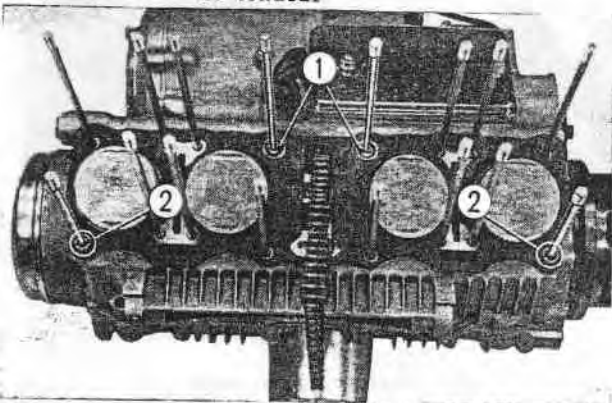

Fig. 3-36 ① Joints toriques ② Goujons
2. Monter le joint, les 2 pions de centrage de chaque côté sur les deux goujons (côté de l'échappement), deux joints toriques (côté interne de l'admission), puis mettre en place le cylindre en prenant soin de ne pas détériorer les pistons ou les segments. Cette opération peut être facilitée par l'utilisation d'une pince à segments (numéro de référence 07032-30001) et du blocsupport de piston (numéro de référence 07033-30001). (Fig. 3-36)